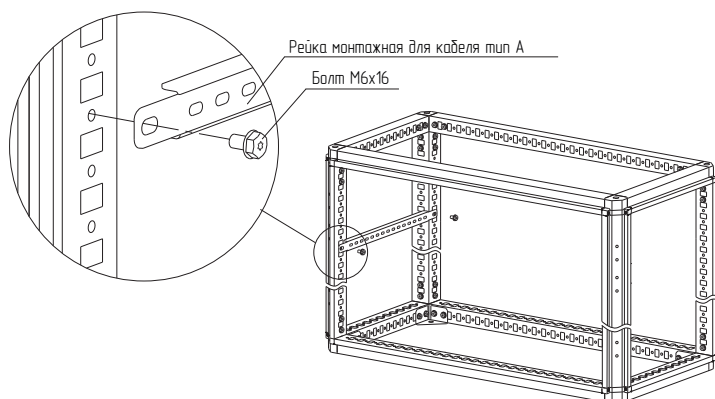

Рисунок 32
4.17.2 Установить рейку монтажную для кабеля тип А на нужной высоте и закрепить болтами М6×16 (рисунок 32). Момент затяжки – 7 Н·м. Болты приобрести отдельно.